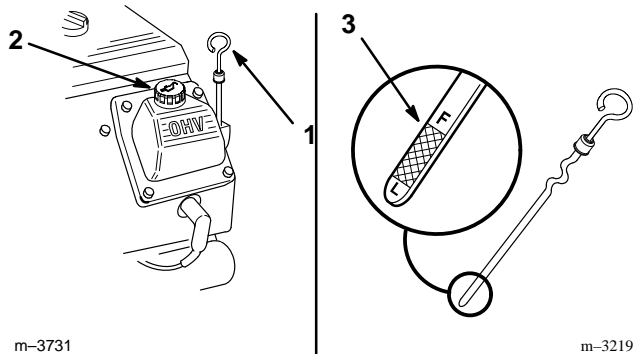

Abbildung 22
2. Den Bereich um den Ölpeilstab (Abb. 22) herum sauberwischen, damit kein Schmutz in die Einfüllöffnung fallen und den Motor beschädigen kann.
3. Den Ölpeilstab herausdrehen und das Metallende sauber wischen (Abb. 22).
4. Den Ölpeilstab ganz in das Einfüllrohr schieben, aber nicht aufschrauben (Abb. 22). Den Peilstab herausziehen und das Metallende kontrollieren. Bei zu niedrigem Ölstand nur soviel Öl langsam in das Einfüllrohr gießen, bis das Öl die "FULL"-Marke erreicht.
5. Langsam ca. 80% der angegebenen Menge Öl der richtigen Sorte (Seite 34) in das Einfüllrohr gießen (Abb. 22). Dann den Ölstand kontrollieren. Siehe Ölstandskontrolle, Seite 34. Langsam mehr Öl nachgießen, bis das Öl die "FULL"-Marke am Peilstab erreicht.